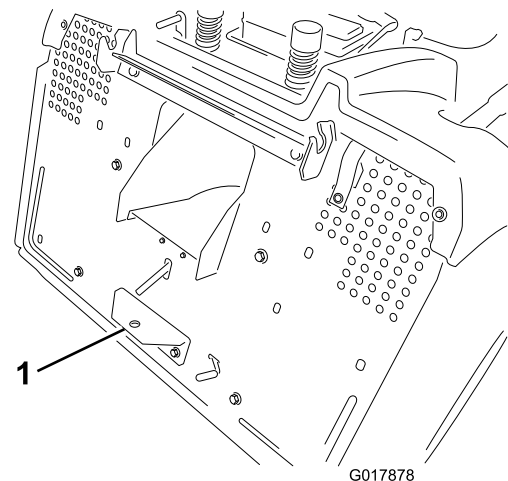

Figure 20
2. Attachez l'accessoire au crochet de remorquage situé sur la partie inférieure arrière de la machine (Figure 20).